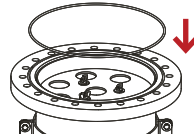

図 14.
4. O-リングがハウジングの O-リングの溝にぴったりはまっていることを確認します (図 14)。